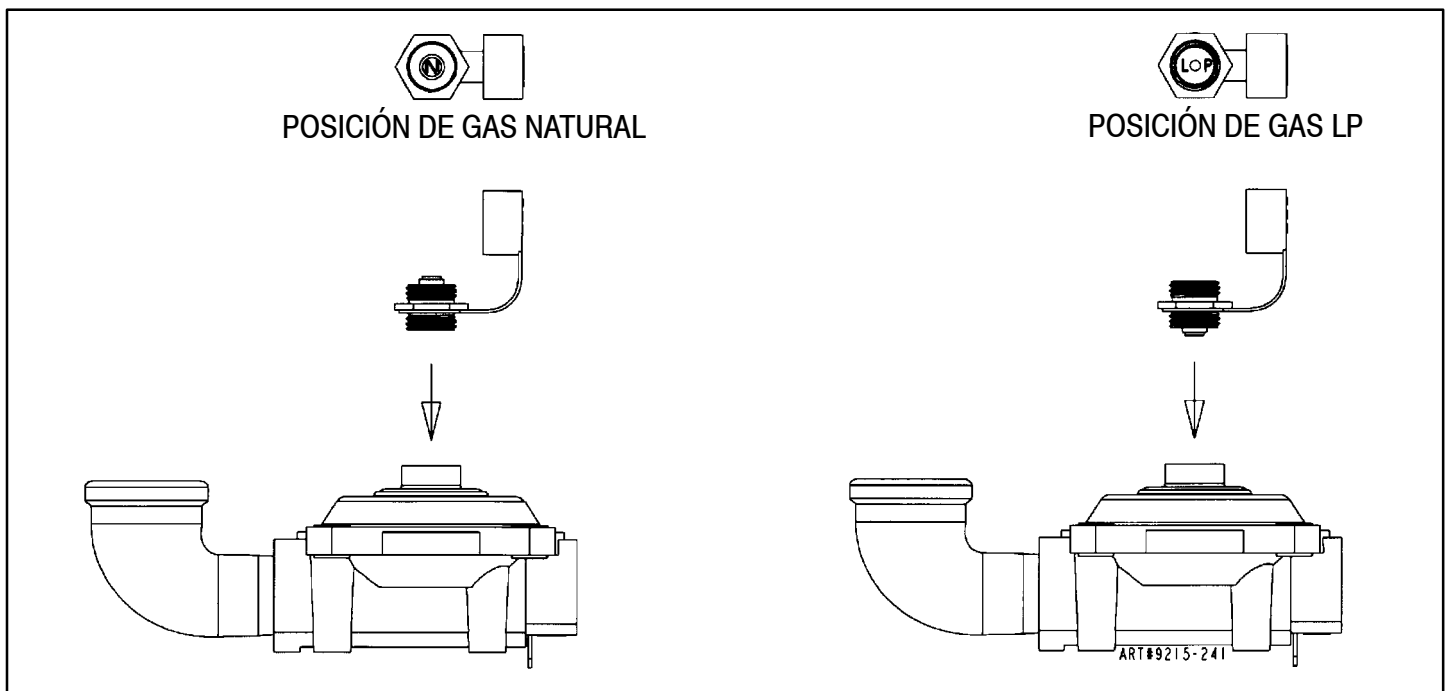

FIGURA 6
- Instale de nuevo el regulador de presión y coloque otra vez la cubierta contra polvo. "PRECAUCIÓN" asegúrese de que la marca del tipo de gas al que se acaba de convertir el regulador de presión se pueda ver en la parte superior de la tuerca de la tapa antes de volver a colocar la cubierta plástica contra polvo. (Vea la figura 6.)